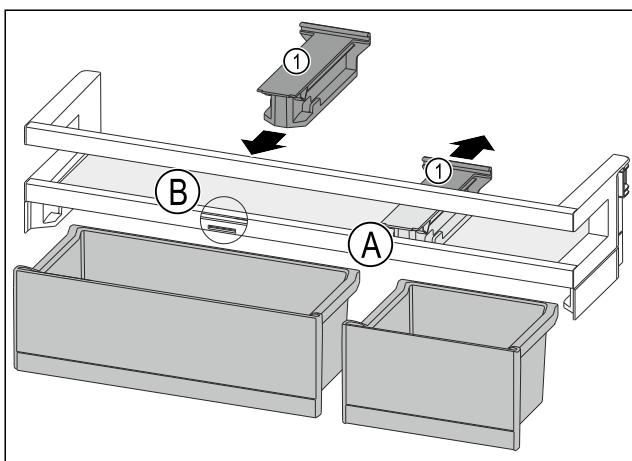

Fig. 116
- Držalni del Fig. 116 (1) odstranite nazaj v položaj Fig. 116 (A).
- Držalni del Fig. 116 (1) vstavite v položaj Fig. 116 (B).